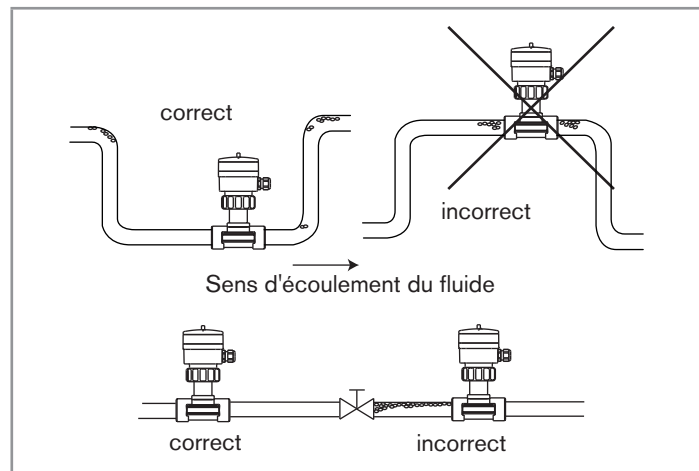
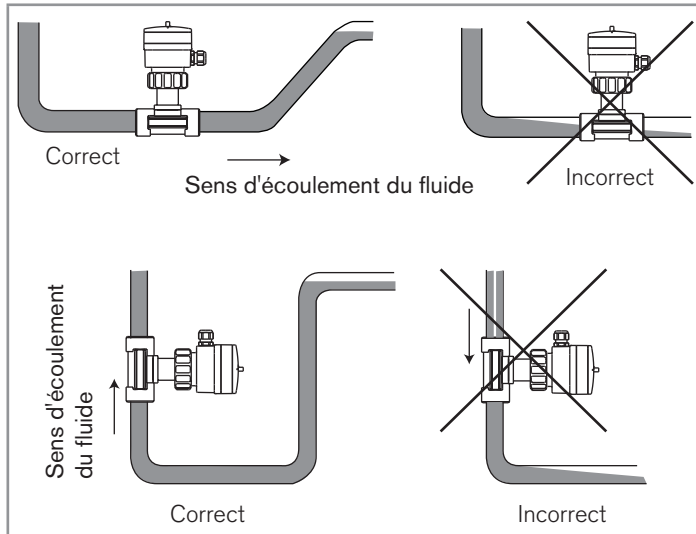

Fig. 6 : Recommandations additionnelles d'installation
Fig. 7 : Recommandations additionnelles d'installation
- Pour tout type de mesure, respecter les conditions additionnelles de montage suivantes pour assurer un fonctionnement correct de l'appareil de mesure (Fig. 6 et Fig. 7), éviter la formation de